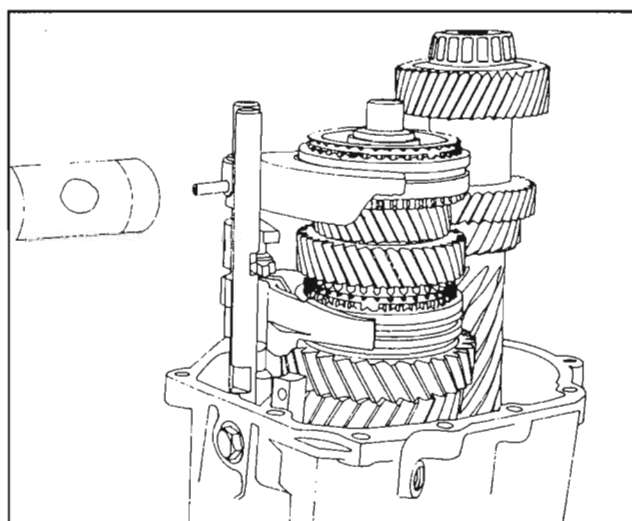

Fig. 96
Coloque el pasador de cierre - 12.8mm de longitud - (146) en la varilla de cambio de 3ª/4ª (118). Inserte la varilla a través de la horquilla de cambio. Alinee la varilla con el agujero de la horquilla y coloque a presión el pasador helicoidal (124). *Fig. 96*